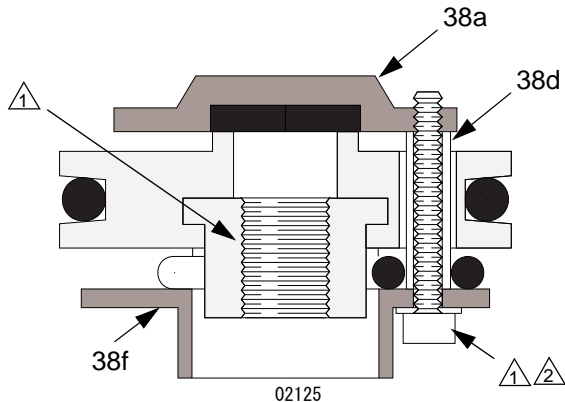

図 12
- バルブプレートスペーサ (38d) が破損している場合、バルブプレート (18a, 18f) 間およびシートの正しいクリアランスを維持するために、3 つすべてを交換してください。図 12 を参照してください。